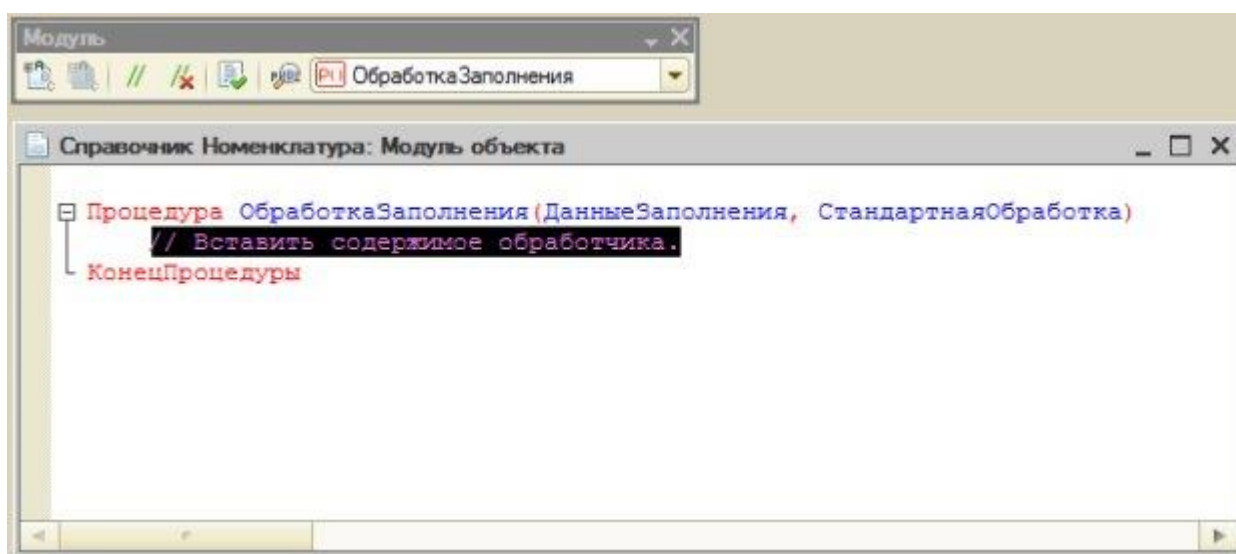

Рисунок 6.3- Процедура обработки заполнения справочника
5. Перейдем в модуль объекта (кнопка **Модуль объекта** на закладке **Прочие** окна редактирования объекта), из списка процедур и выберем **ОбработкаЗаполнения**, Рисунок 6.3.